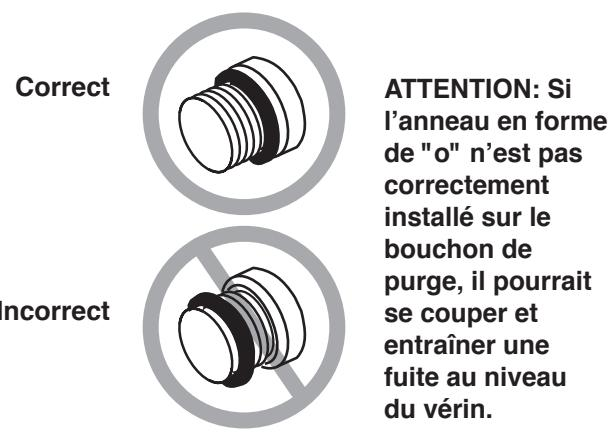

Figure 23
6. Installez de nouveau le bouchon de purge en plaçant l'anneau en forme de "o" tel qu'illustré dans la figure 23.